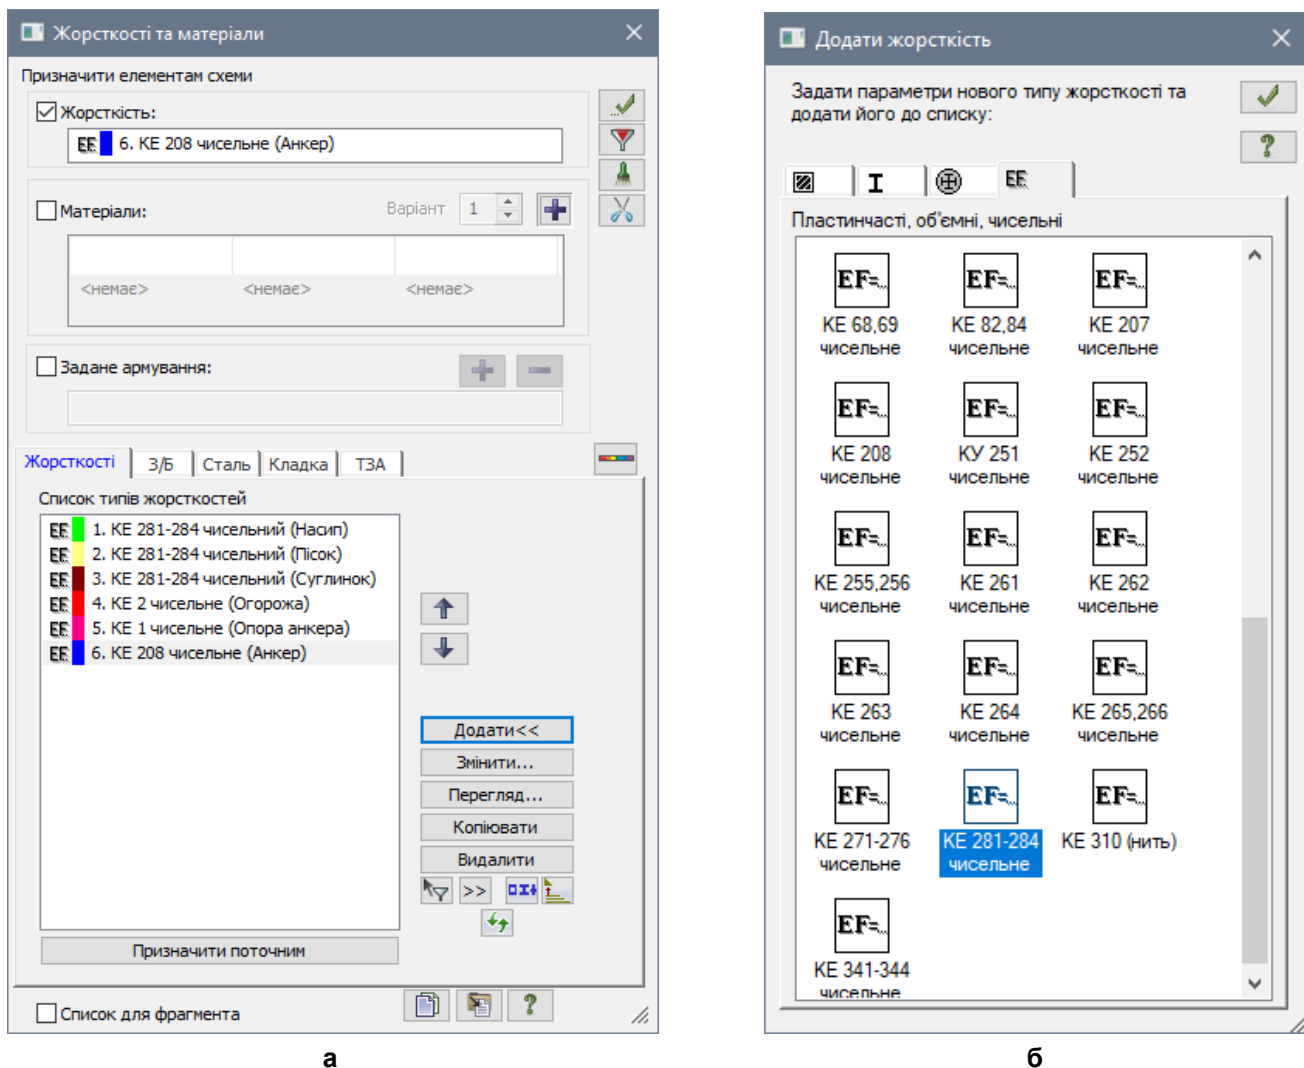

Рис. 10.9. Діалогові вікна: а – Жорсткості та матеріали, б – Додати жорсткість
- Натиснувши на кнопку  – **Жорсткості та матеріали елементів** (панель **Жорсткості та в'язі** на вкладці **Створення та редагування**) відкрийте діалогове вікно **Жорсткості та матеріали** (рис. 10.9,а).
- В цьому вікні натисніть на кнопку **Додати** і у вікні **Додати жорсткість** (бібліотеці жорсткісних характеристик), що з'явилось, перейдіть на четверту закладку чисельного опису жорсткості (рис. 10.9,б).